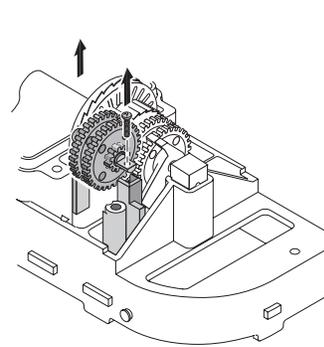

Figure 24
6. Retirer la vis de pression, l'arbre court à pignons et les pignons (**Figure 24**) en s'assurant de ne pas désolidariser les pignons de l'arbre.